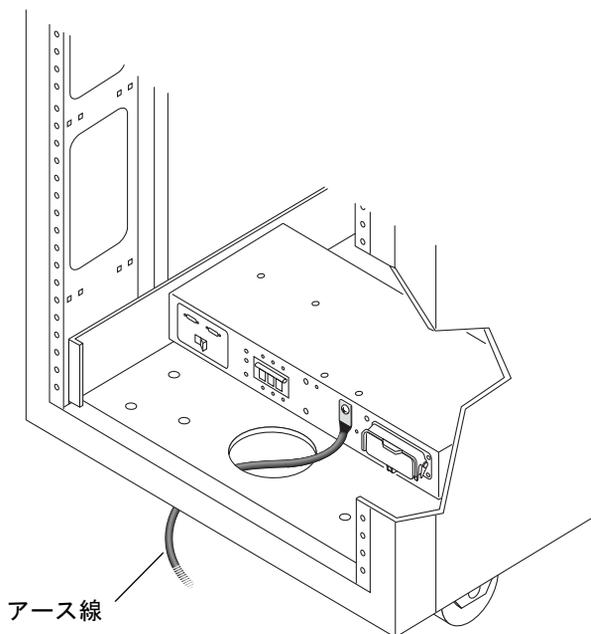

図 B-6 正面電源シーケンサへのアース線の接続
3. アース線の他端をキャビネット正面の電源シーケンサに接続します (図 B-6)。